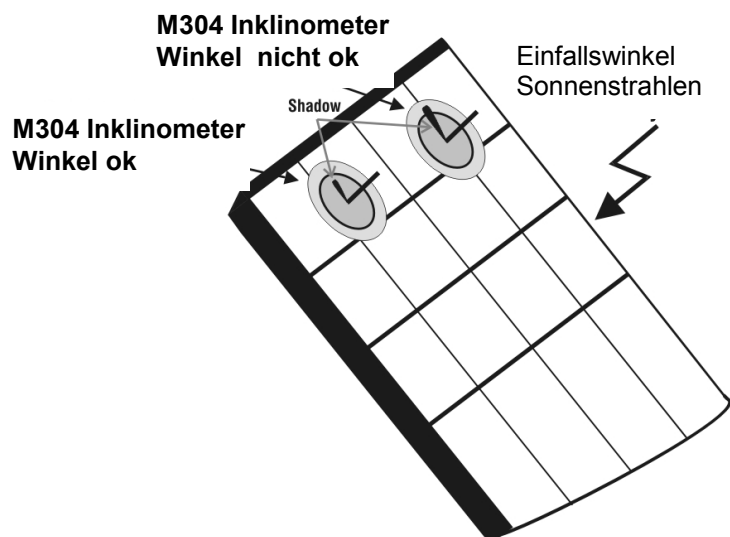

Abb. 6b: Positionierung des M304 (Inklinometer)
11. Befestigen Sie das M304 (Inklinometer bzw. Neigungsmesser) und richten Sie es plan zum PV-Modul aus. Überprüfen Sie, ob der Schatten der Sonnenstrahlen innerhalb der vorgegebenen Grenzen liegt (siehe Fig. 6b). Im sonstigen Fall würde der Einfallswinkel zwischen den Sonnenstrahlen und der Oberfläche des PV-Moduls zu gross sein und somit zu stark abweichen von den Testkonditionen der Solarmodul-Hersteller. Damit könnten die gemessenen Daten nicht mit den Herstellerdaten verglichen werden und es wird empfohlen die Messung zu einer anderen Tageszeit zu wiederholen.